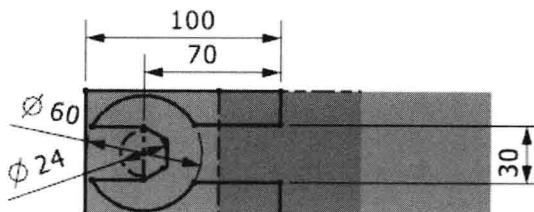

图 1.6 截面草图
**创建中间基准 CSYS** 复选框，单击 **确定** 按钮，绘制图 1.6 所示的截面草图，退出草图环境；在“拉伸”对话框 **极限** 区域的 **开始** 下拉列表中选择 **贯通** 选项；在 **限制** 区域的 **结束** 下拉列表中选择 **贯通** 选项，在 **布尔** 区域的 **布尔** 下拉列表中选择 **求差** 选项，其他参数采用系统默认设置；单击 **<确定>** 按钮，完成拉伸特征 2 的创建。